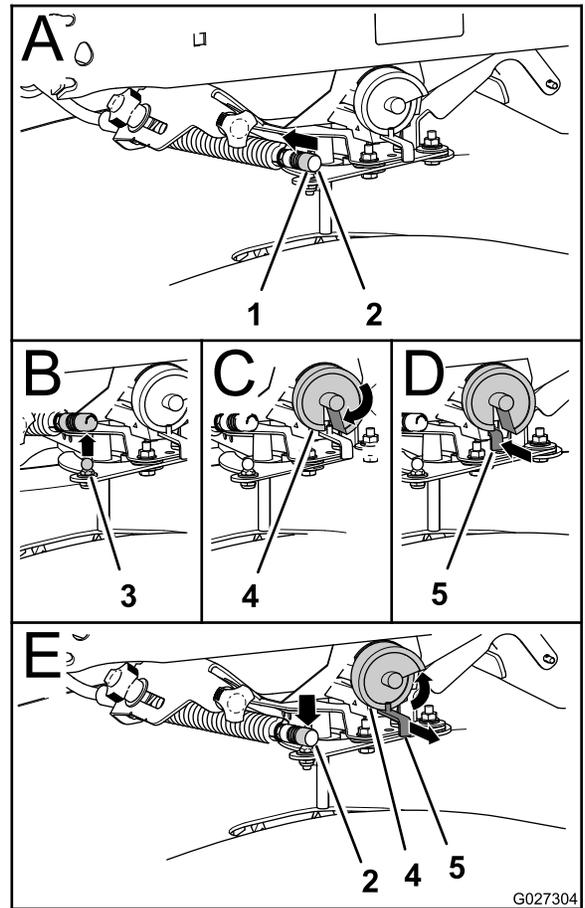

Figura 29
- A. Empuje el anillo de bloqueo del cable de la compuerta hacia atrás y levante el cable de la bola de la varilla de la compuerta de dosificación (Figura 29).
- B. Retire el cable de la bola del espárrago (Figura 29).
- C. Gire la leva del dosificador más allá de la posición 9 hasta que la ranura de la leva esté alineada con la varilla (Figura 29).
- D. Empuje la varilla hacia atrás del todo (Figura 29).
- A. Tire de la varilla hacia fuera hasta que se desenganche de la leva del dosificador (Figura 29).
- C. Conexión del cable a la bola del espárrago en la palanca de la compuerta (Figura 29).